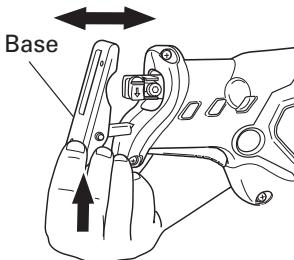

Fig. 13
(2) Empuje la punta de la base hacia arriba y sacuda la base hacia atrás y adelante. (Fig. 13)